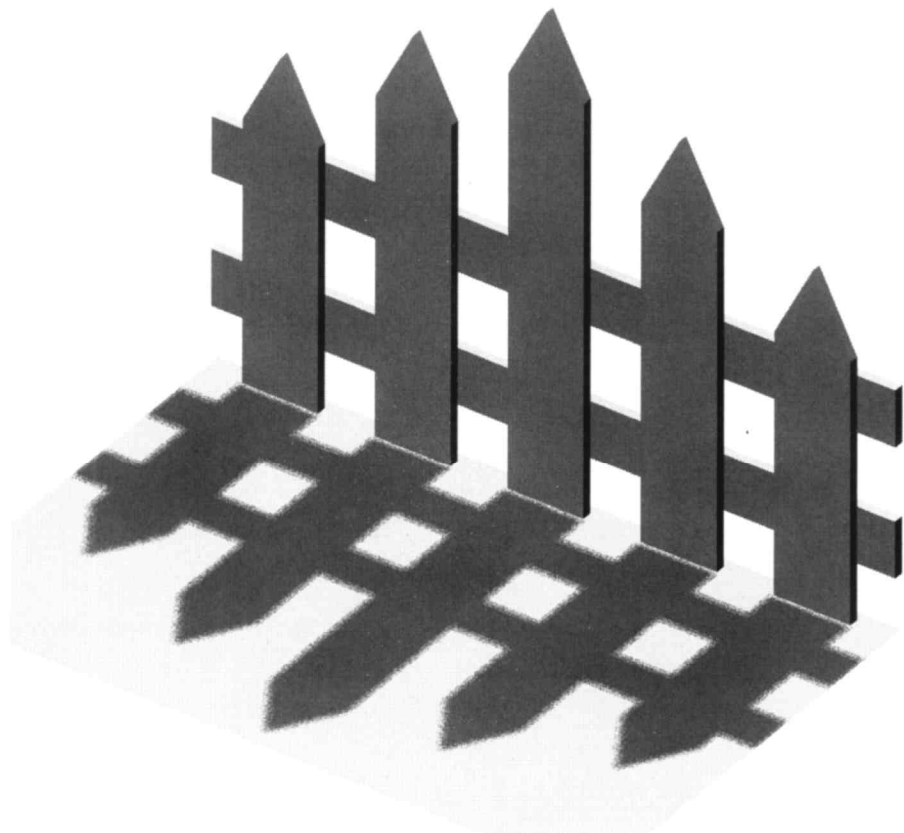
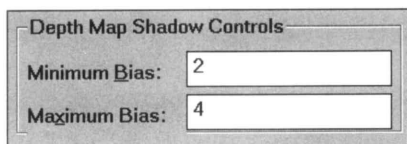

图 7-30
图 7-31
- Shadow Maps（阴影贴图） 生成这类阴影时，AutoCAD先要有一个预渲染过程，产生一个位图文件。不同于体积阴影方法，这一类阴影的边缘比较模糊（软），如图7-30所示，并且阴影的颜色不受对象本身颜色的影响。
在图7-30中你可以注意到，阴影有点与对象分离，这称为阴影图偏置（Shadow map bias）。这种偏置可以通过RENDER和RPREF命令中的More Options按钮控制在一定范围内。More Options按钮弹出一个标有Depth Map Shadow Control的对话框，如图7-31所示。该对话框有两个文本编辑框。